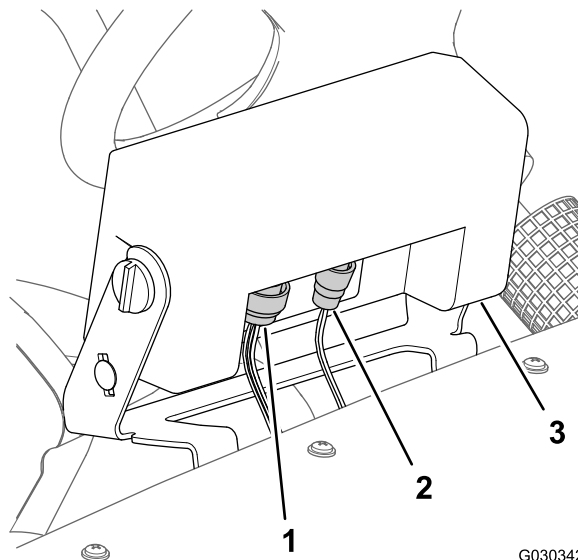

Figure 5
- À l'avant de la console Pro Control, débranchez le connecteur à 3 broches sur le faisceau de la machine du connecteur à 3 douilles de la console de commande (Figure 5).
- Débranchez le connecteur à 16 douilles du connecteur à 16 broches de la console de commande (Figure 5).